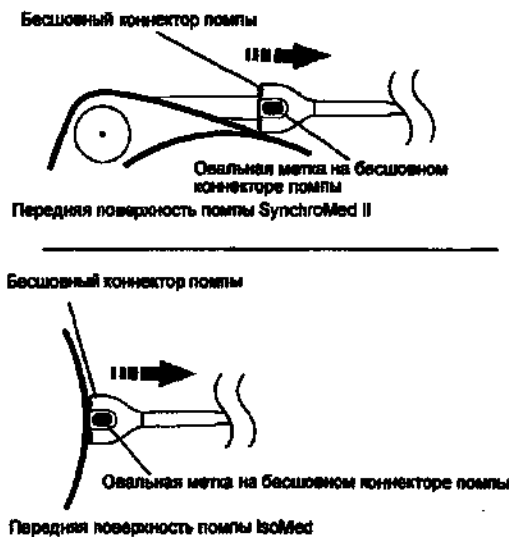

Рис. 2. Снятие бесшовного коннектора помпы.
- a. При необходимости осторожно поверните коннектор помпы таким образом, чтобы овальная метка находилась в одной плоскости с передней поверхностью помпы (Рис. 2).
- a. Расположите большой и указательный пальцы точно на овальных метках, расположенных на двух плоских поверхностях коннектора (Рис. 2).
- a. При необходимости осторожно поверните коннектор помпы таким образом, чтобы овальная метка находилась в одной плоскости с передней поверхностью помпы (Рис. 2 на стр. 65)
- b. Расположите большой и указательный пальцы точно на овальных метках, расположенных на двух плоских поверхностях коннектора (Рис. 2 на стр. 65).